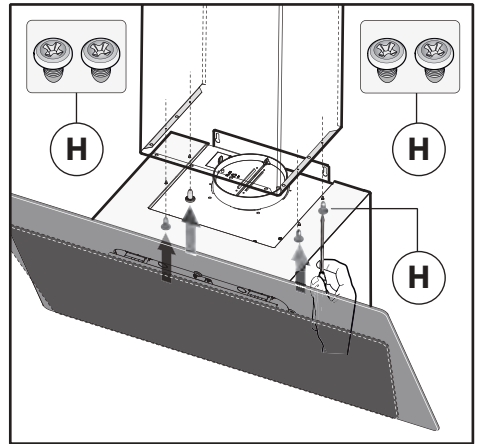

Fig.9B
- Fixer la cheminée décorative inférieure à la hotte en utilisant les vis **H** fournies (Fig.9B).